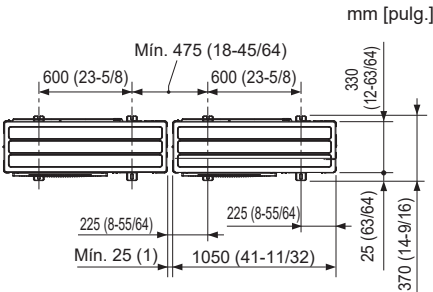

Fig. 3-1
- Cerciőrese de instalar la unidad en una superficie robusta y nivelada para evitar los ruidos de traqueteo durante la operaci3n. (Fig. 3-1)